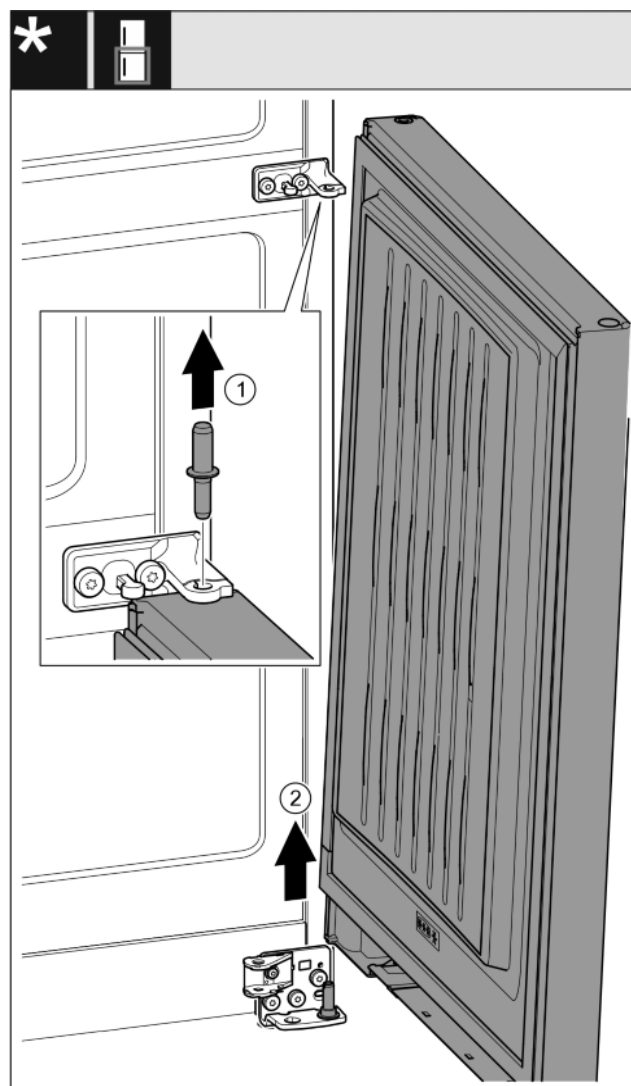

Fig. 19\*
- ▶ Čep vytáhněte nahoru.\* Fig. 19 (1)
- ▶ Dveře kýváním vysadíte a odložte stranou.\* Fig. 19 (2)